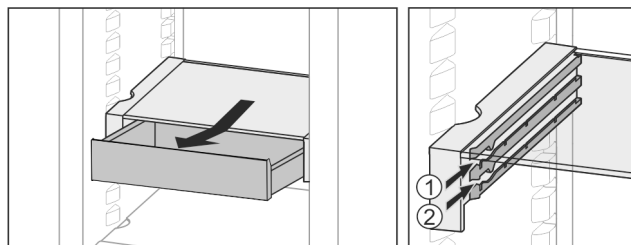

Fig. 22
- ▶ Вставьте на любой высоте Fig. 22 (1) или Fig. 22 (2).